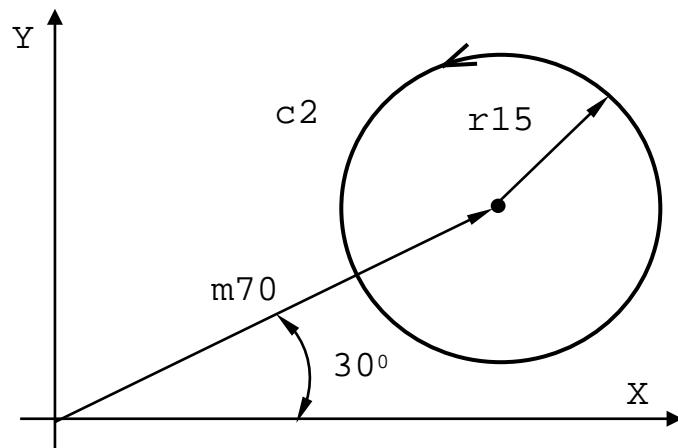

Рисунок 2.83
- окружность с полярными координатами центра и радиуса (рисунок 2.83):